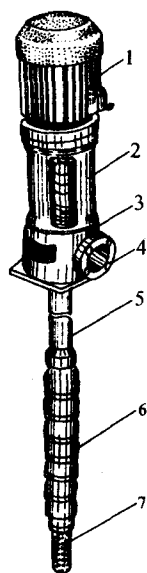

图 1-7 J 型长轴井泵的外形
(5) 井用泵的特点(图 1-7) 这类泵可分为二类,即一种是深井泵(JD 型、J 型),扬程在 50m 以上,它是多级单吸长轴式离心泵;另一种是浅井泵(国产水龙 TJ 型),扬程在 50m 以下,它是单级单吸短轴式离心泵。